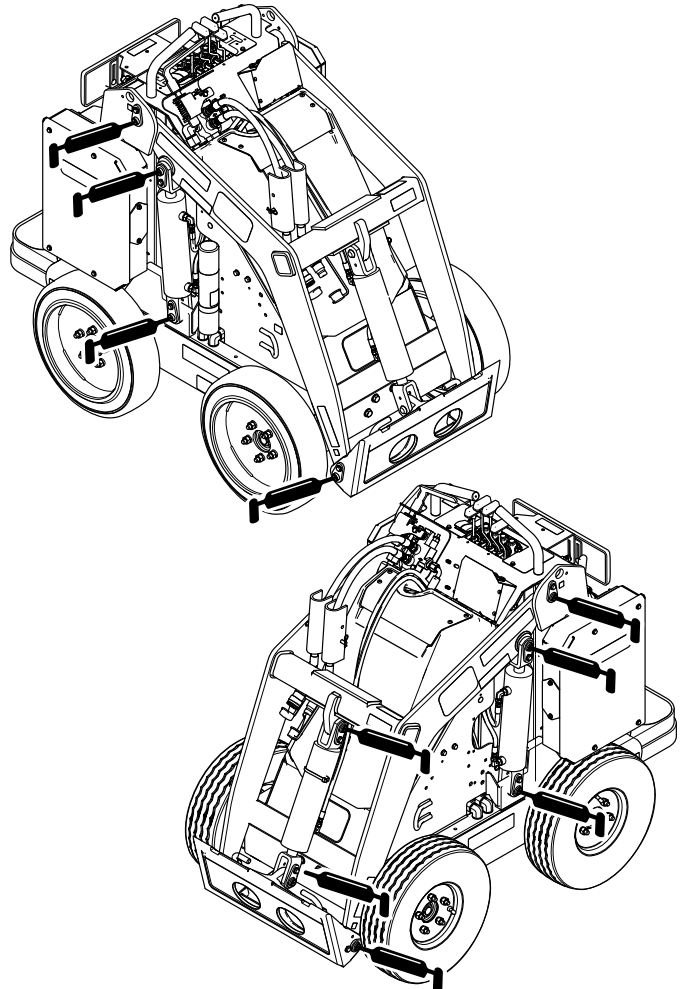
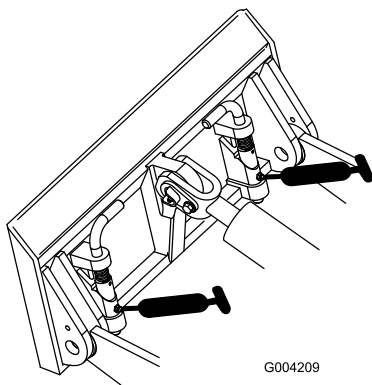

Figura 30
Figura 31
4. Conecte una pistola de engrasar a cada punto de engrase (Figura 30 y Figura 31).